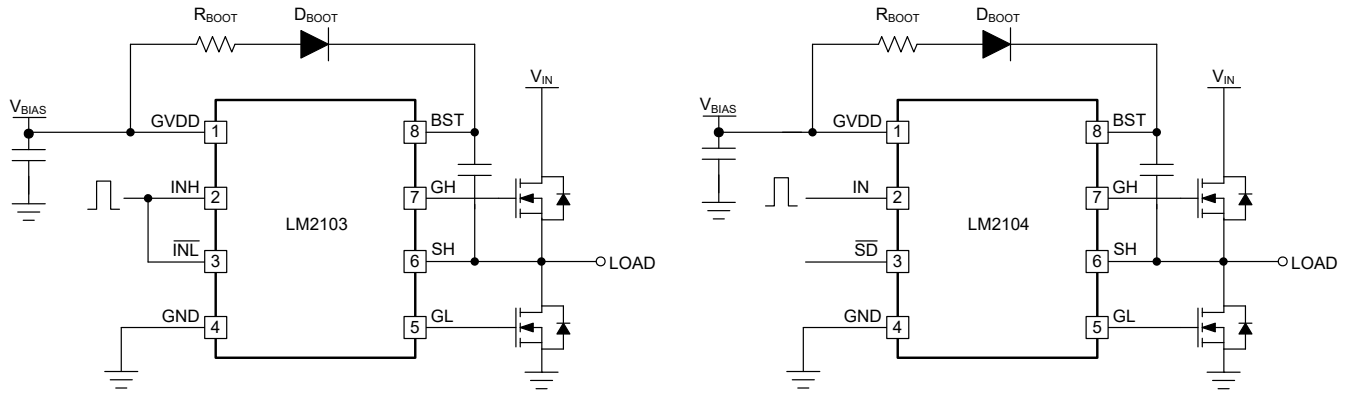

图 5-2. 使用 LM2103、LM2104 的不同输入配置示例
- 一个输入引脚 ( PWM 或 IN ，或者命名为高侧输入 HI 或 INH )。此引脚与第二个可选输入 ( 如用于使能或关断功能的 EN 或 SD ) 配对。请参阅图 5-2 中使用半桥驱动器 LM2104 的示例。
- 高侧输入引脚 ( HI 或 INH ) 与反相低侧输入 ( nLI 或 nINL ) 配对。请参阅图 5-2 中使用半桥驱动器 LM2103 的实施示例。